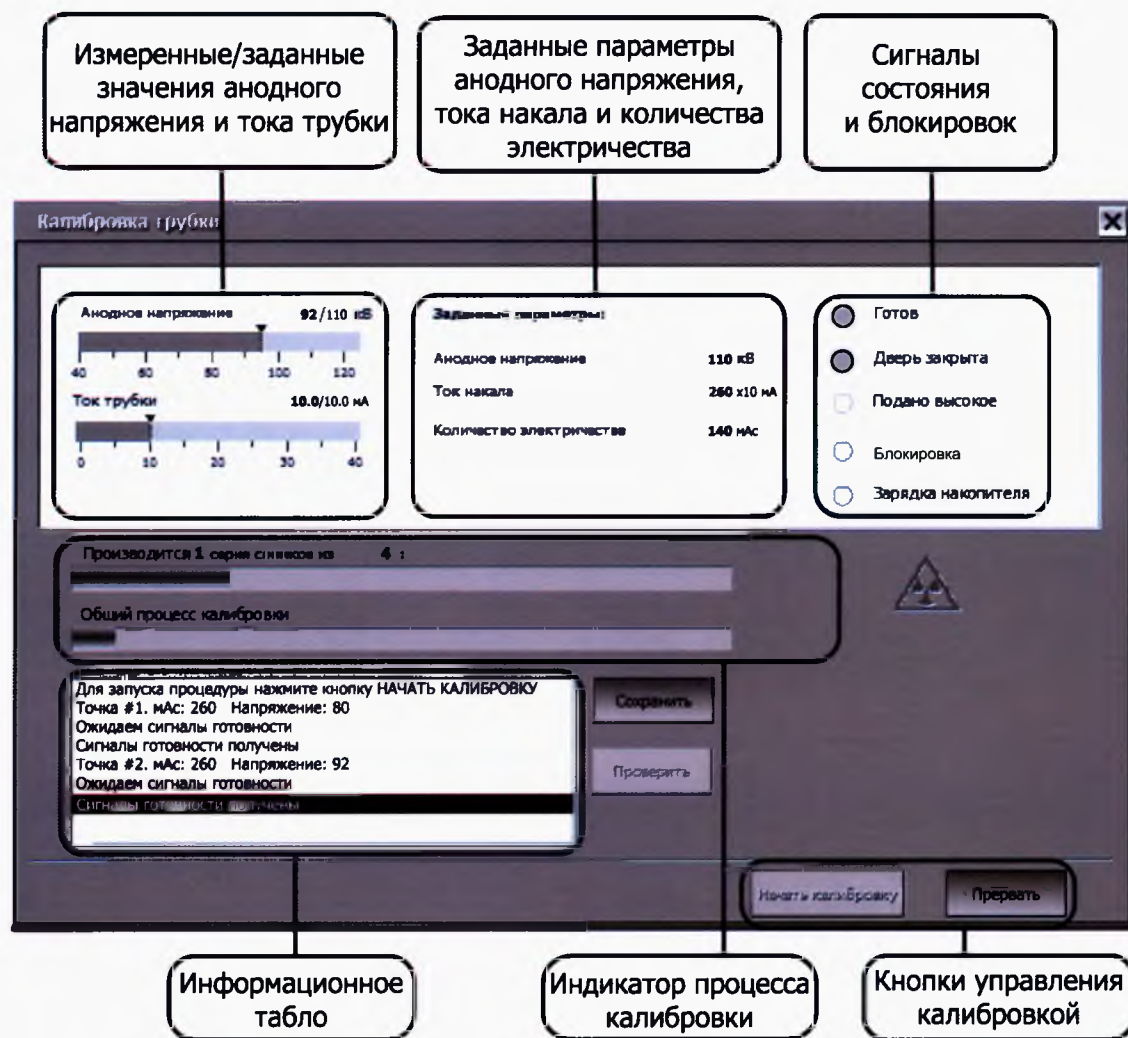

Рисунок 11 - Диалог калибровки трубки.
7.2.7 На экран монитора будет выведено окно пульта управления калибровки трубки (см. рис. 11). Для начала калибровки нажать кнопку «**Начать калибровку**».